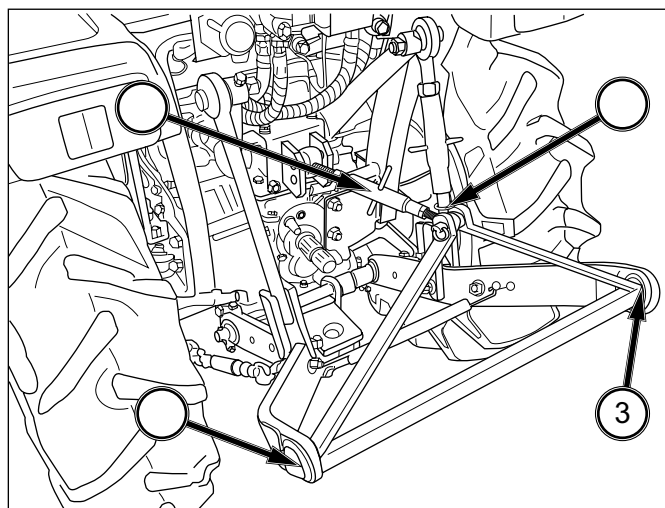

FIG. 5-35
FIG. 5-35: Faites glisser l'extrémité sphérique du bras inférieur gauche (1) sur la broche de l'équipement et fixez avec une goupille. Ajustez la hauteur du bras inférieur droit en tournant la boucle (2). Attachez et fixez le bras inférieur droit (3) avec une goupille. Attachez le bras supérieur (4) en haut du châssis de fixation de l'équipement en utilisant la broche fournie avec le tracteur. Faites tourner le manchon central du bras supérieur, pour l'allonger ou le raccourcir et régler le niveau de l'équipement d'avant en arrière. Quand l'équipement est attaché, vous pouvez régler sa hauteur de fonctionnement avec la tige de levage et les boucles de bras supérieures. Serrez tous les réglages.